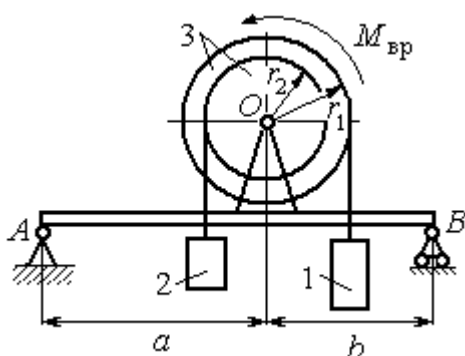

Рис. 6.7. Лебёдка на балке
**Задача 64.** Для подъёма грузов используется лебёдка со ступенчатым воротом, изображённая на рис. 6.7. Радиусы большой и малой ступенек барабана ворота  $r_1$  и  $r_2$ , радиус инерции барабана относительно оси вращения  $i_3$ .